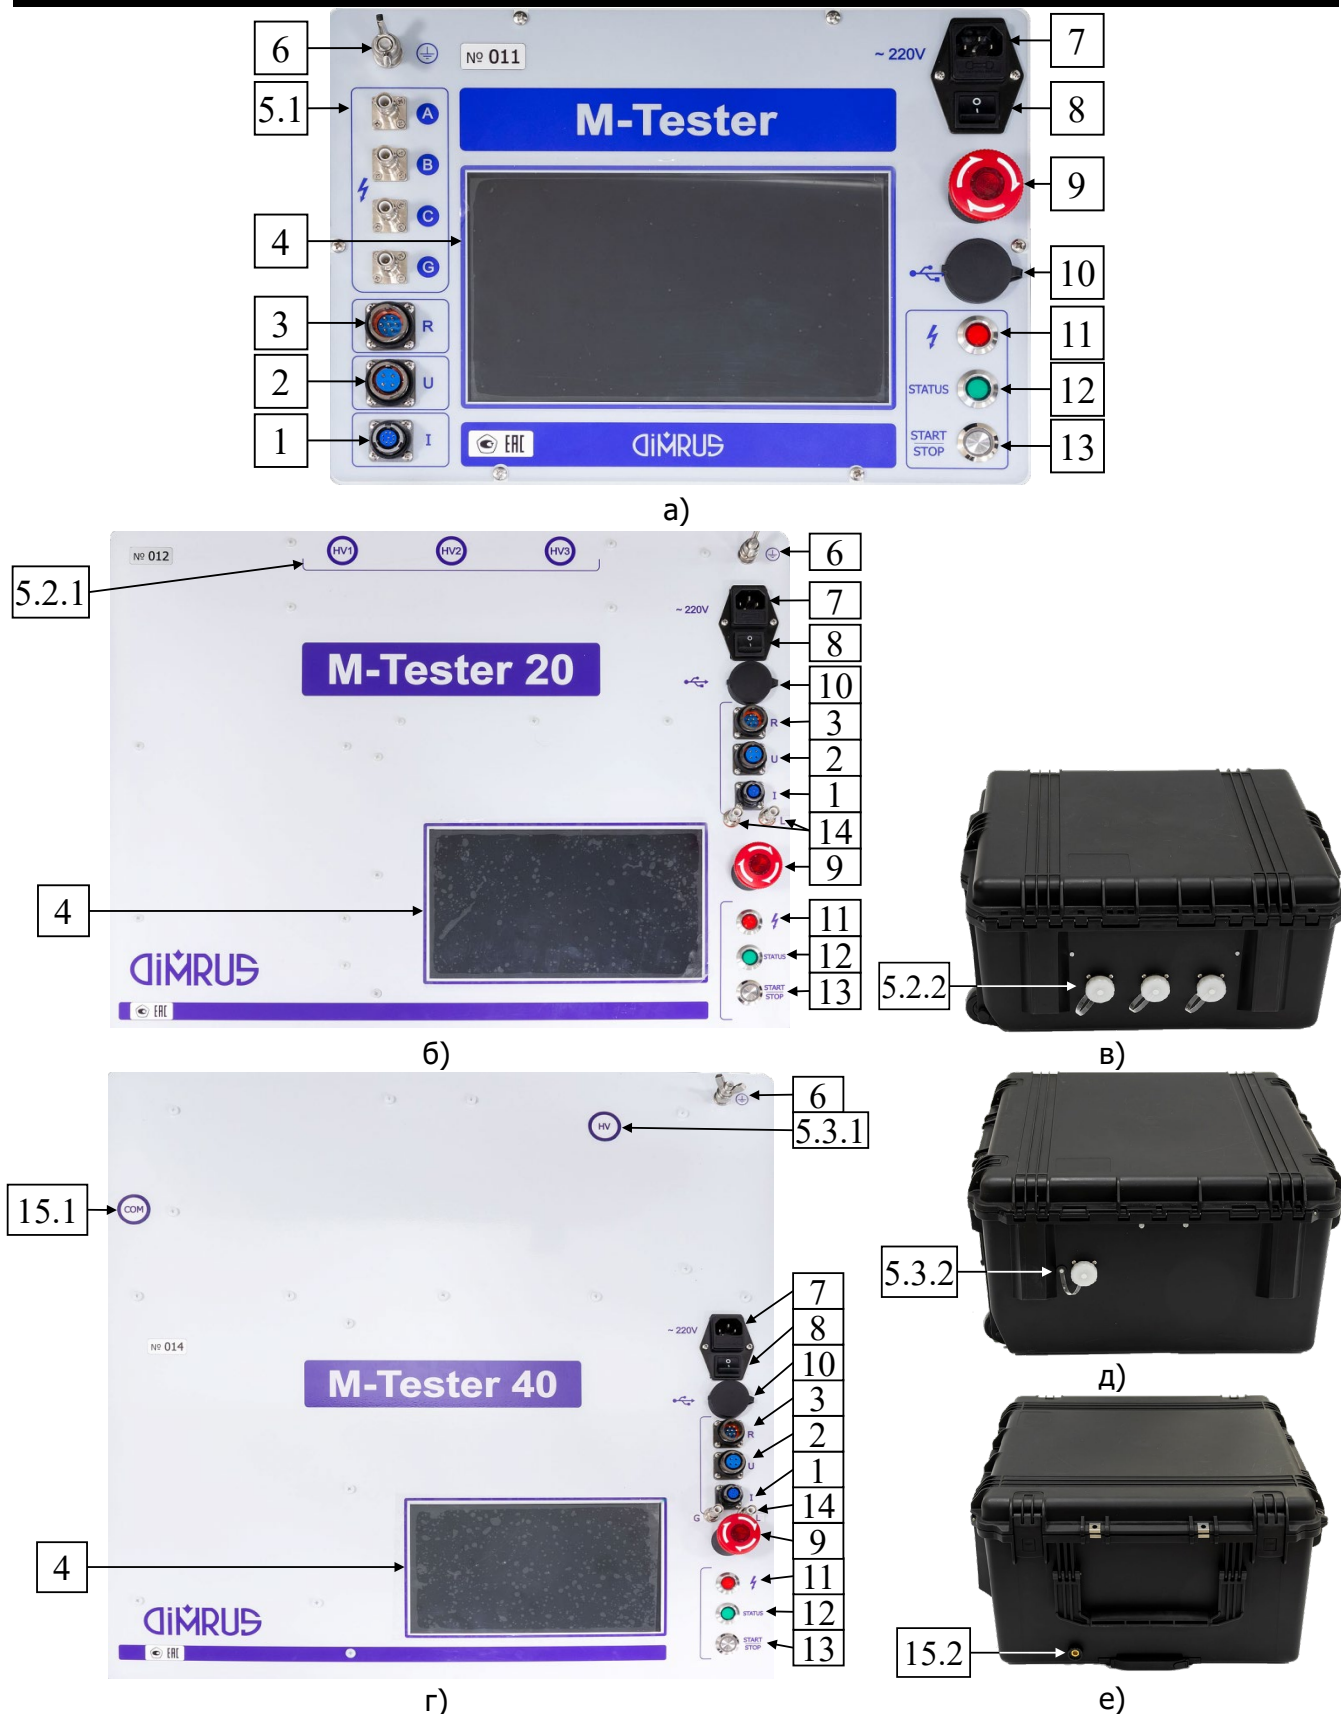

Рисунок 2.1 – Приборы M-Tester
Верхняя (лицевая) панель и разъемы на стенках приборов (рисунок 2.1) предназначены для ввода данных и управления процессом испытания:
- рисунок 2.1, а – лицевая панель прибора M-Tester;
- рисунок 2.1, б – лицевая панель прибора M-Tester 20;
- рисунок 2.1, в – задняя стенка прибора M-Tester 20;
- рисунок 2.1, г – лицевая панель прибора M-Tester 40;
- рисунок 2.1, д – задняя стенка прибора M-Tester 40;
- рисунок 2.1, е – боковая стенка прибора M-Tester 40.
Кнопка аварийного останова (рисунок 2.1, поз. 9) предназначена для использования только в аварийных ситуациях. В стандартном режиме работы испытание можно остановить при помощи кнопки «START/STOP» на лицевой панели приборов (рисунок 2.1, поз. 13) или программного обеспечения.
Приборы M-Tester оснащены световыми индикаторами состояния работы и предупреждения для безопасного проведения испытаний, расположенными на лицевой панели (рисунок 2.1, таблица 2.1).
– Приборы M-Tester должны подключаться к сети электропитания с защитным (РЕ) заземлением и надежно заземлен (болт заземления с соответствующим значком на лицевой панели прибора, рисунок 2.1, поз. 6) кабелем из комплекта поставки.
- Убедиться, что сетевой выключатель (рисунок 2.1, поз. 8) находится в положении «Выкл».
- Индикатор «STATUS» (рисунок 2.1, поз. 12) должен светиться зеленым цветом, а индикатор подачи напряжения/тока погашен (рисунок 2.1, поз. 11).
ра (рисунок 2.1, поз. 13) или программного обеспечения «Остановить испытание»
Для отключения приборов от сети необходимо убедиться, что красный индикатор «Подача напряжения/тока» на лицевой панели прибора не горит. Клавишу сетевого выключателя на лицевой панели прибора (рисунок 2.1, поз. 8) перевести в положение «Выкл.» и отключить кабель питания от розетки.